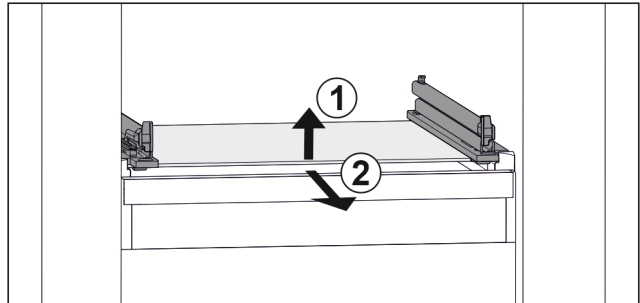

Fig. 43 Примерное отображение стеклянной пластины
- ▶ Приподнимите стеклянную пластину спереди. Fig. 43 (1)
- ▶ Извлеките стеклянную пластину движением вперед. Fig. 43 (2)